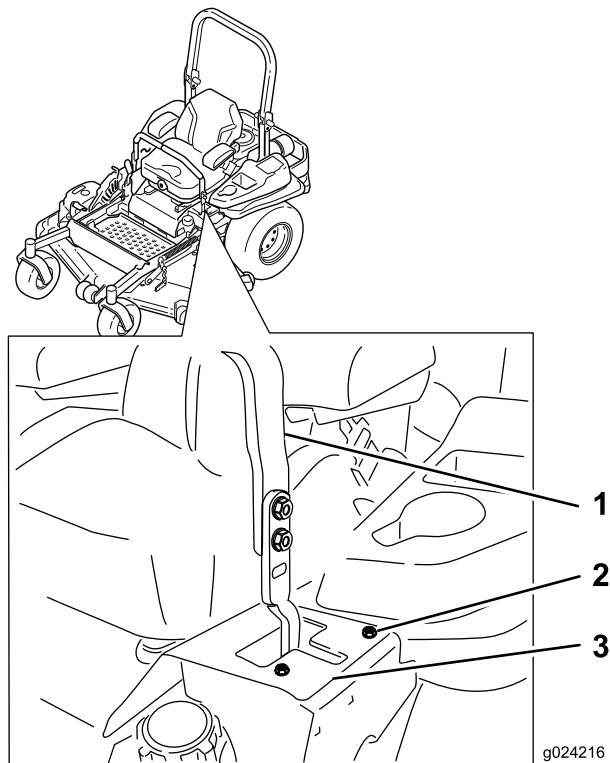

Figure 62
6. Si elle se déporte à droite, desserrez les boulons et déplacez la plaque de butée gauche en arrière sur la fente en T gauche, jusqu'à ce que la machine se déplace en ligne droite (Figure 62).
7. Si elle se déporte à gauche, desserrez les boulons et déplacez la plaque de butée droite en arrière sur la fente en T droite, jusqu'à ce que la machine se déplace en ligne droite (Figure 62).
8. Serrez les boulons de la plaque (Figure 62).